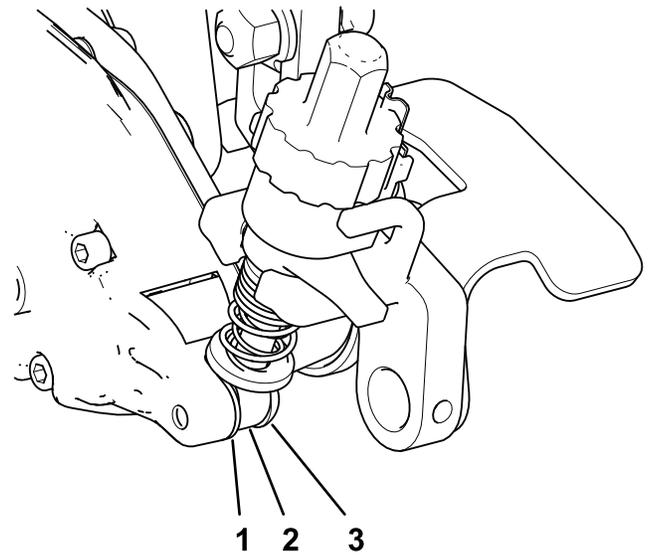

图 22
4. 在疏草刀驱动箱侧将剪草高度支架的调整臂杆放置到疏草刀驱动箱内部并使用轴肩螺栓和硬化垫圈固定如 图 22 所示上紧轴肩螺栓扭矩至 1622N·m。